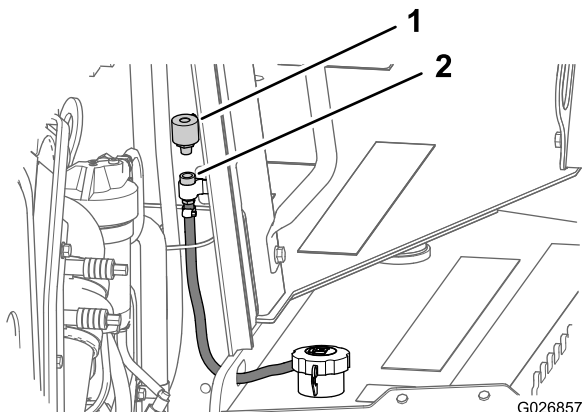

Bild 73
- Drehen Sie den Entlüfter nach links und nehmen Sie ihn vorne an der Motorraumplatte von der Rohrkupplung ab (Bild 73).
- Setzen Sie einen neuen Entlüfter in die Rohrkupplung ein und ziehen ihn mit der Hand an (Bild 73).